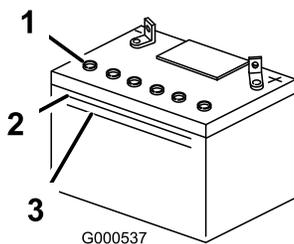

Figura 42
3. Examine a parte lateral da bateria. O eletrólito tem de estar ao nível da linha **superior** (Figura 42). Não deixe que o nível de eletrólito desça abaixo da linha Inferior (Figura 42).
5. Retire as tampas de ventilação da bateria (Figura 42).
6. Encha devagar cada célula da bateria com água destilada até que o nível de eletrólito atinja o nível da linha Superior (Figura 42) na caixa da bateria.
7. Aguarde cerca de 5 a 10 minutos após encher as células da bateria. Adicione água destilada, se necessário, até que o nível de eletrólito atinja a linha Superior (Figura 42) na caixa da bateria.